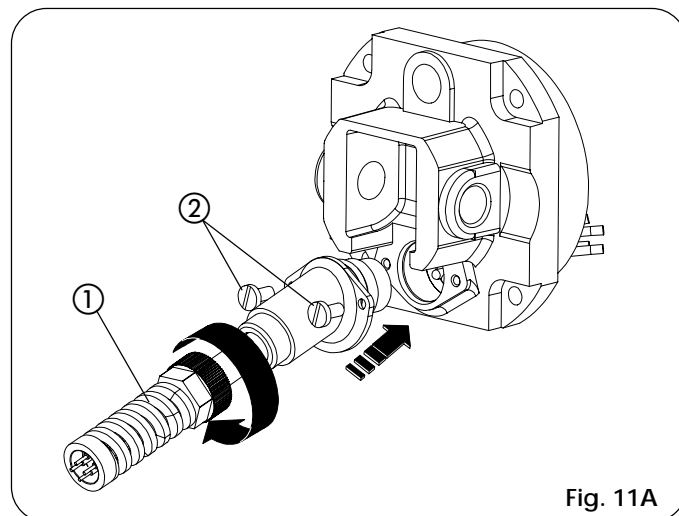

Fig. 11A
- A) Coloquen los dos separadores antivibraciones ② sobre la brida anterior.
- B) Introduzcan el cárter presionando con fuerza en la tapa posterior ①.
- C) Fijen el cárter con el tornillo autorroscante ③.
- D) Coloquen la tapa anterior ⑤ en el cárter y bloqueen con el tapón FIX ④.
- 12) Monte el protector del pliegue del cable eléctrico (ref. ①, Fig.11A).
- Conecte el cable de alimentación del operador (Fig. 11A).
- Atornille los tornillos (ref. ②, Fig. 11A).